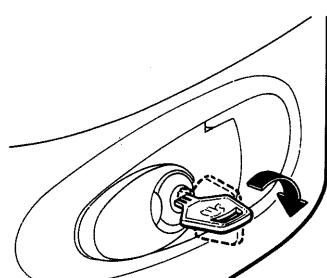

FIG. 2
- 2) Inserire la chiave e ruotarla in senso orario di 90° (Fig. 2).
- 2) Insert the key and turn it clockwise by 90° (Fig. 2).
- 2) Introduire la clé et la tourner de 90° dans le sens des aiguilles d'une montre (Fig. 2).
- 2) Den Schlüssel einstecken und um 90° nach rechts drehen (Abbildung 2).
- 2) Introducir la llave y girarla en el sentido de las agujas del reloj por 90° (Fig. 2).